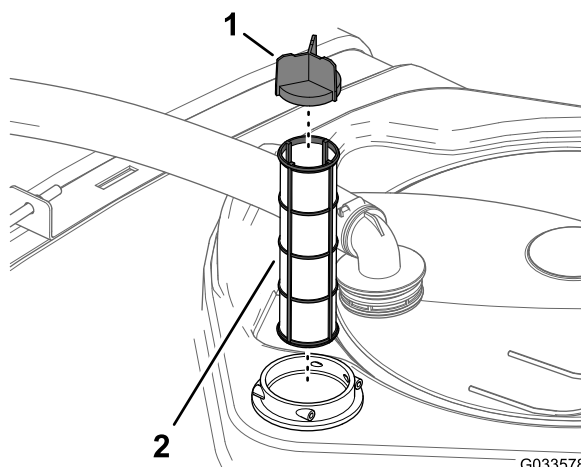

図 113
4. フィルタハウジングタンク内部から古いフィルタを取り出す 図 113。